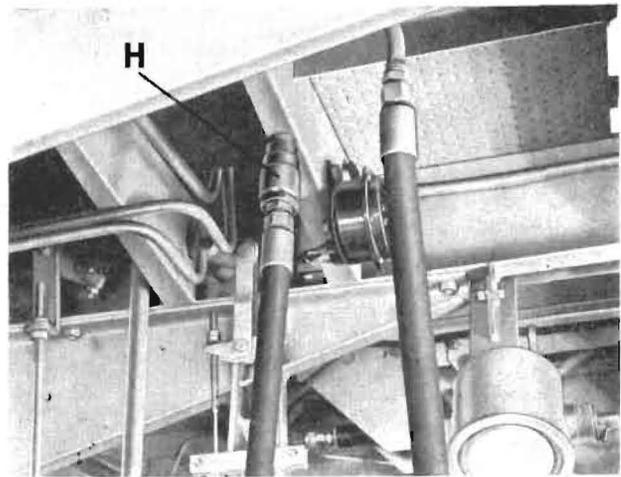

Bild 34
- die Hydraulikleitung gelöst und in der vorgesehenen Halterung H, Bild 34, befestigt wird;